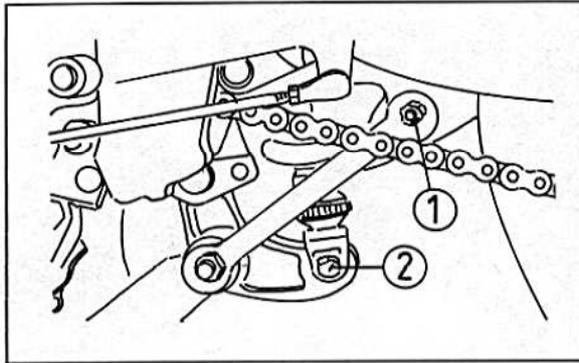

Bild 339
- Das Federbein vom Gelenkhebel abschrauben (Bild 339).